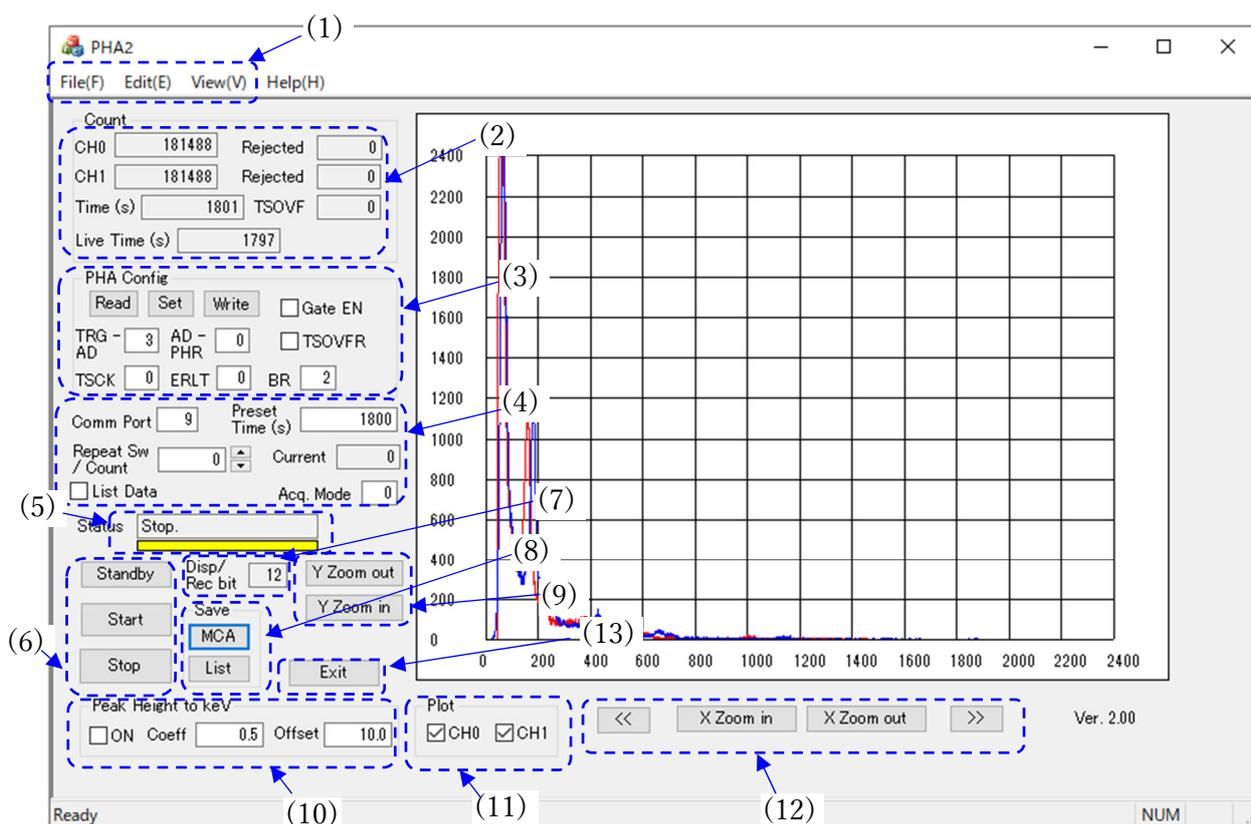

図 3-1 測定画面
- 1) 図 3-1 の (3) を、Read ボタンや Set ボタンを押して確認・設定
- 2) 図 3-1 の (4) で測定時間などを設定
- 3) 図 3-1 の (6) の Standby ボタンを押下
- 4) 図 3-1 の (6) の Start ボタンを押して測定開始
- 5) 測定が終了したら図 3-1 の (8) で必要なデータを保存 (繰り返し測定時は自動的にデータは保存されます)